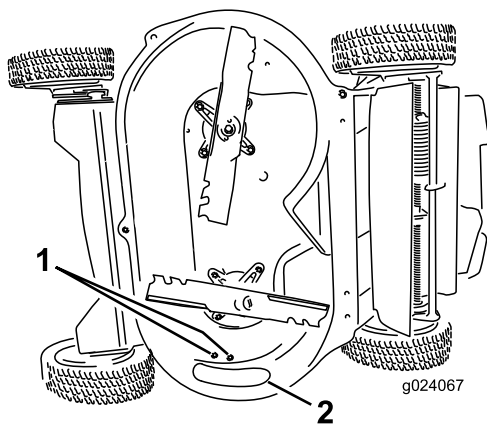

Figure 7
- Retirez les 2 boulons à tête hexagonale (3/8 po) qui fixent le volet d'éjection latérale sur le carter du tablier de coupe (Figure 7), et déposez le volet de la machine.